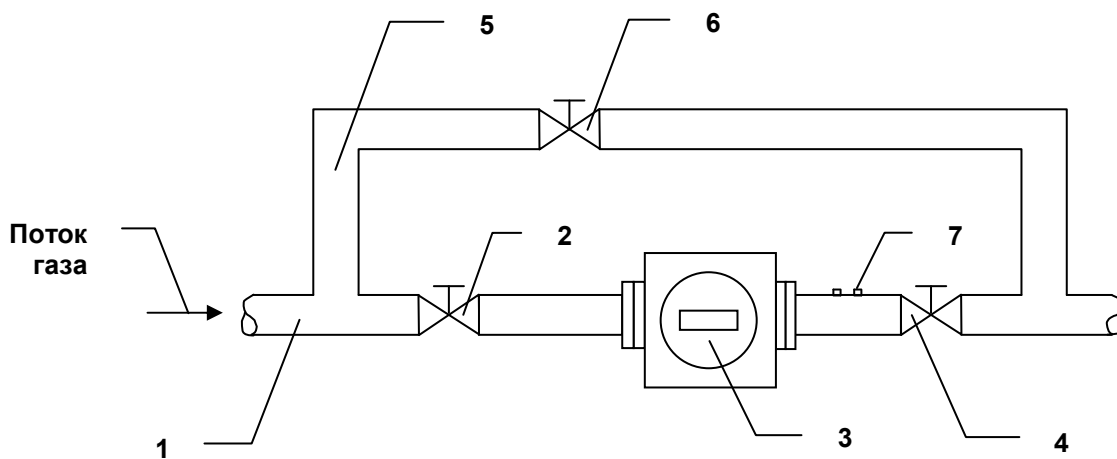

Рис. 6. Установка счетчика без перепускного канала
- 3.16.5. В трубопроводах с давлением до 16 атм применение перепускного канала необязательно. Для этого случая рекомендуется схема установки, приведенная на рис. 6. Наличие вентиля 2 является обязательным. Он позволяет отключить счетчик в случае его повреждения и необходим для обеспечения правильного пуска счетчика.
6.3. До начала пуска счетчика все вентили на трубопроводе (см. рис. 6, 7) должны быть закрыты.
6.6. Пуск счетчика без перепускного канала (см. рис. 6)